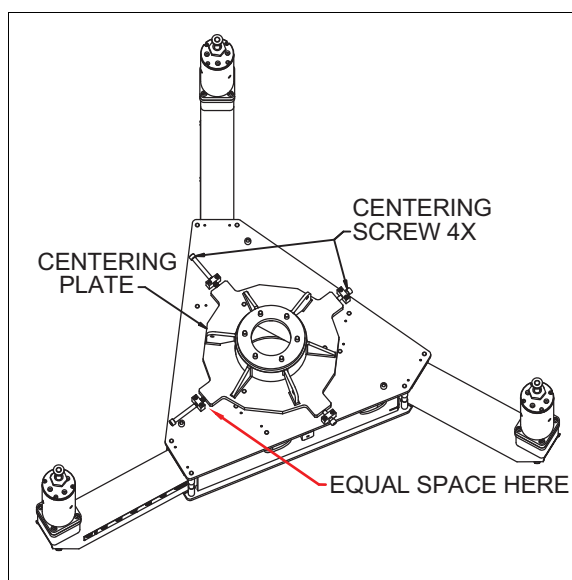

РИСУНОК 3-17. ЦЕНТРИРУЮЩАЯ ШАЙБА
2. Убедитесь, что центрирующая шайба приблизительно отцентрирована, чтобы упростить окончательную центровку. Чтобы отцентрировать центрирующую шайбу, отрегулируйте центрирующие винты таким образом, чтобы зазор, выделенный красным на рис. 3-17, был одинаков для всех четырех винтов.